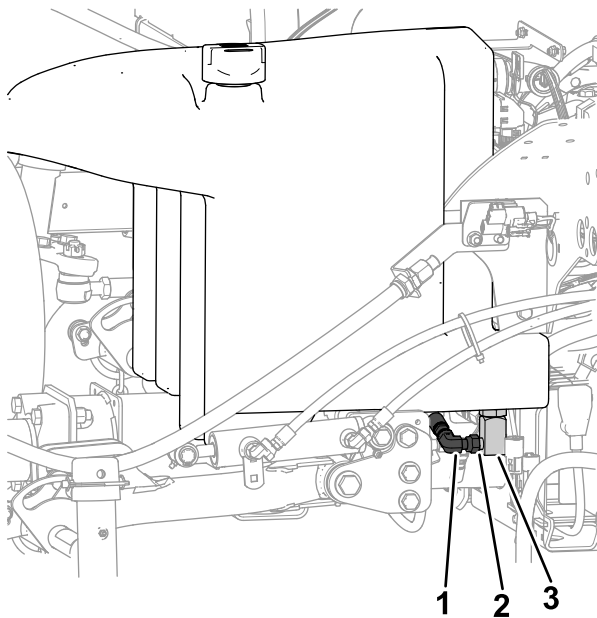

**Figura 108**
2. Coloque un recipiente de vaciado grande debajo del distribuidor (Figura 108) en la parte inferior del depósito hidráulico; consulte Capacidad de fluido hidráulico \(página 69\).